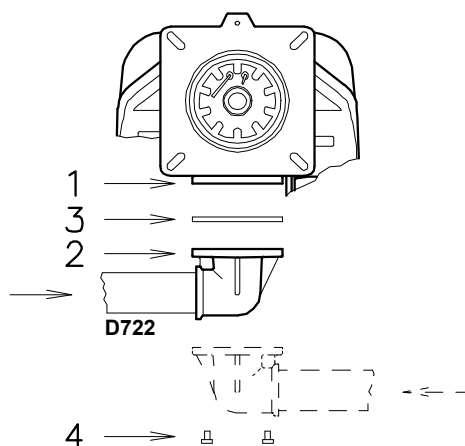

Fig. 28
- La rampe gaz doit être reliée au raccord du gaz 1), à travers la bride 2), le joint 3) et les vis 4) fournies de série avec le brûleur (Fig. 28).